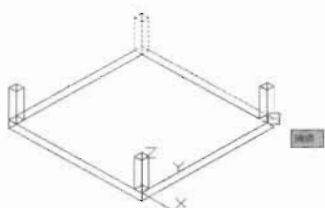

图 12-80
(5) 在命令行中输入 Copy 命令, 或者单击“修改”工具栏中的“复制”按钮 , 将长方体复制到其余 3 个顶点上, 如图 12-80 所示。